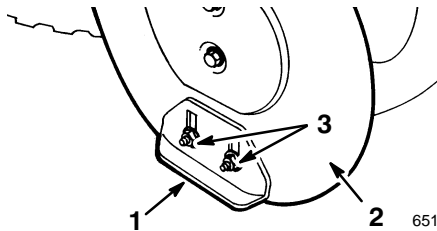

Abbildung 17
4. Vier Bundmuttern, mit denen beide Rutschbleche an den Seitenteilen der Spindel befestigt (Abb. 17) sind, solange lockern, bis sich die Rutschbleche leicht nach oben und unten schieben lassen.
8. Die Rutschbleche flach auf den Boden absenken. Dann die vier Bundmutter anziehen, mit denen beide Rutschbleche an den Seitenteilen der Spindel befestigt sind (Abb. 17).
2. Die vier Bundmutter lösen, mit denen beide Rutschbleche an den Seitenplatten der Spindel befestigt sind (Abb. 17).